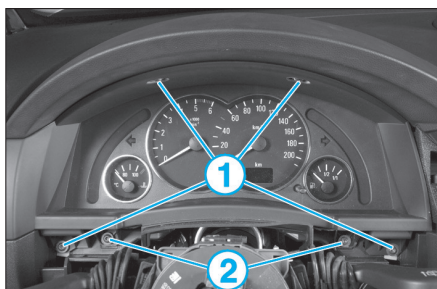

FIG. 17
- les 4 vis (1) de l'enjoliveur du combiné d'instruments et le déposer (Fig.17).